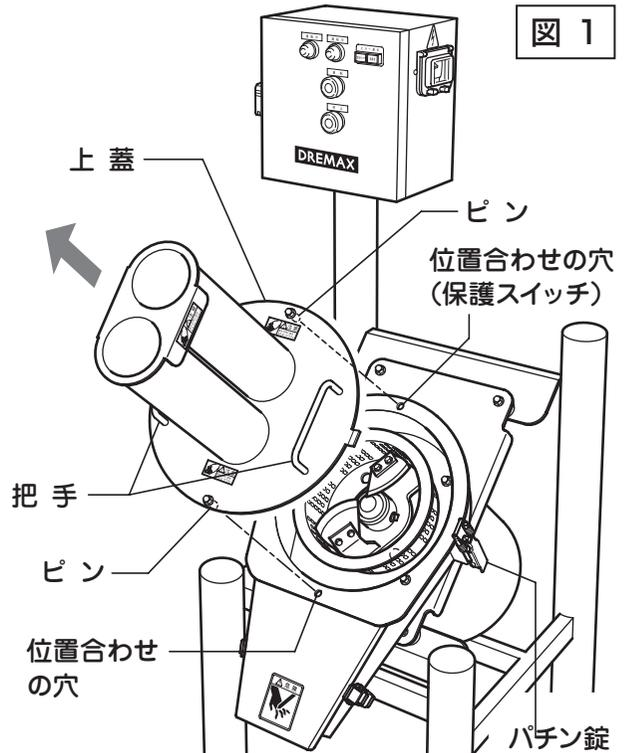

図 1
- 2 上蓋を固定しているパチン錠を解除し、把手を持って取り外してください。(図1)
- ⑤ 上蓋のピン2個所をドラム本体の位置合わせの穴に差し込み、パチン錠を掛けてください。(図1参照)